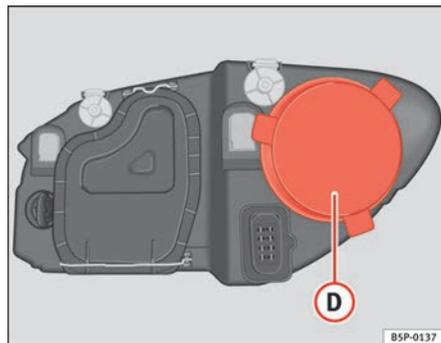

Fig. 188 Luz de presença
- Retirar a tampa ⇒ fig. 188 **D**, puxando-a.